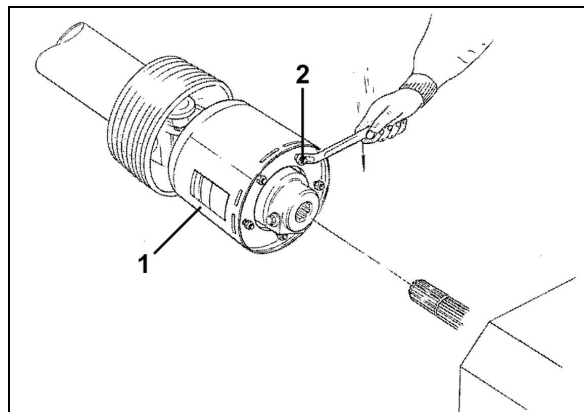

Fig. 85
Die Gelenkwelle ist mit einer Reibkupplung (Fig. 85/1) ausgerüstet. Beim Blockieren der Kreisel durch Steine oder andere Fremdkörper zwischen den Zinken verhindert die Reibkupplung Schäden an den Getriebeelementen. Darum muss die Funktion der Reibkupplung immer sichergestellt sein.
2. Alle Skt.-Muttern (Fig. 85/2) bis zum Anschlag anziehen. Hierdurch werden die Reibscheiben entlastet.
5. Alle Skt.-Muttern (Fig. 85/2) so weit zurückdrehen, bis ca. 5 mm Luft zwischen den Muttern und der Scheibe ist.